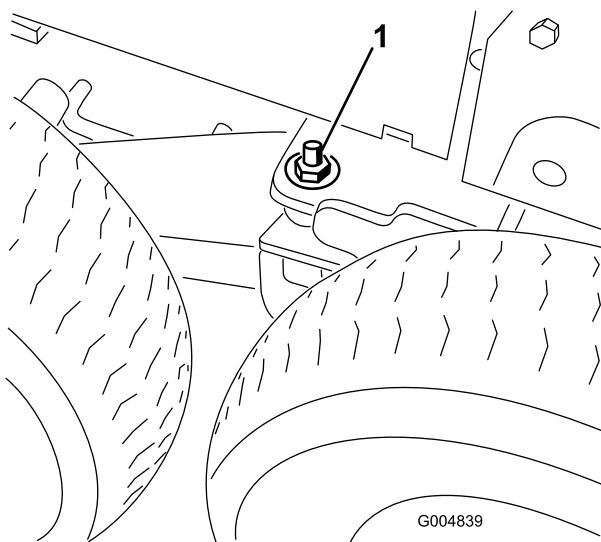

図 41
2. 各ボギーピボットのスタッドから、平ワッシャ 1/2 インチと 1/2 インチを取り外す 図 41。